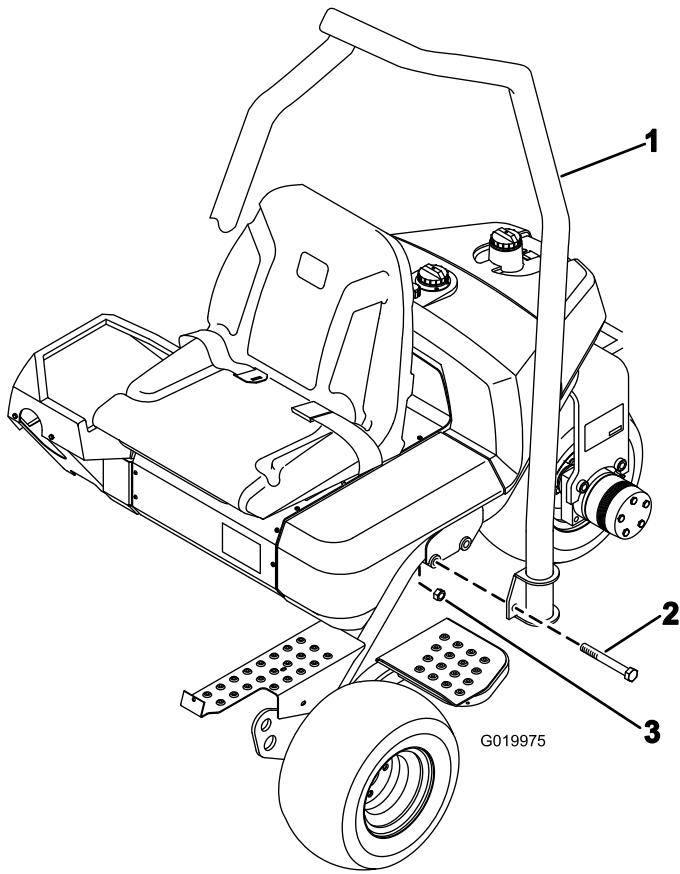

Figura 4
1. Coloque a barra de segurança de forma a que a parte superior do tubo fique curvada em direção à parte da frente da máquina (Figura 4).
2. Baixe a barra de segurança para a estrutura, alinhando-a com os furos de montagem (Figura 4).
3. Prenda cada lado da barra de segurança na estrutura com 2 parafusos ($\frac{5}{8} \times 4\frac{1}{2}$ pol.) e porcas de bloqueio como se mostra na Figura 4.